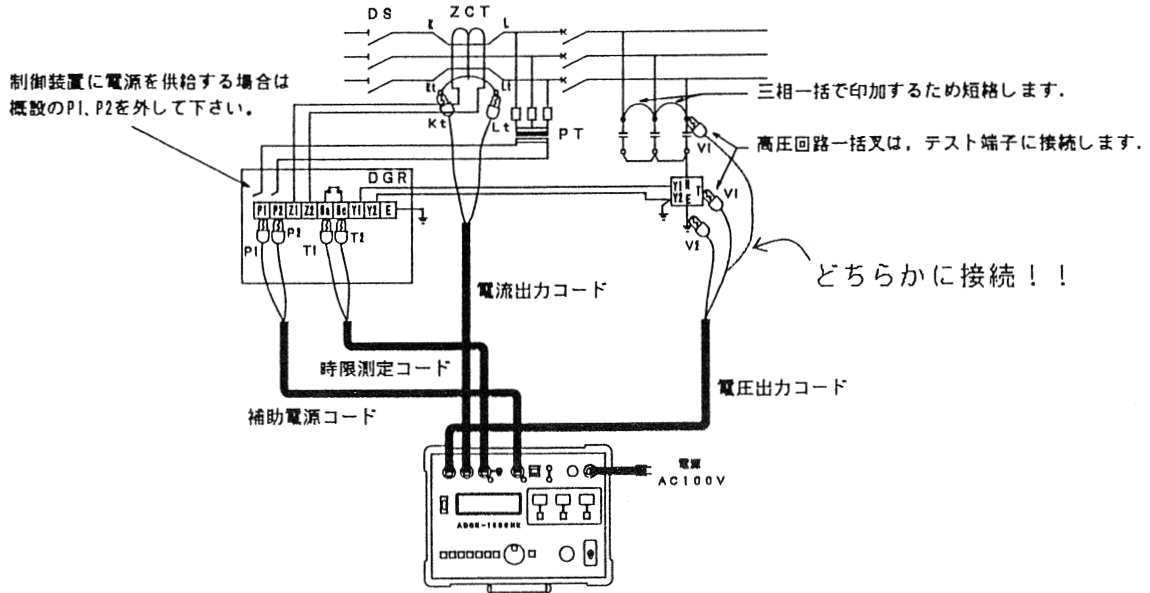

図5：試験回路図一電気室の単体試験（停電状態）
6. 以上のような点を注意し、試験回路を構成します。(図5,6,7)